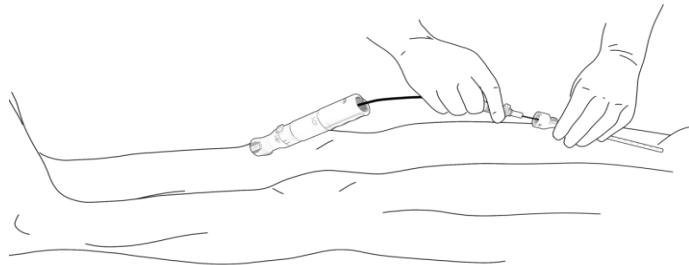

Figura 8. Avanço do Dispositivo de encerramento PerQseal+ até à bainha introdutora.
- b. Avance a cânula de carregamento sobre o fio-guia na direção do conector da bainha introdutora, Figura 8. Se sentir dificuldade durante a deslocação sobre o fio-guia, certifique-se de que este não está dobrado e de que não apresenta sangue coagulado e trombos.